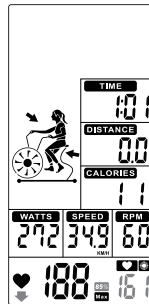

Figure 48
- ⑤ Wenn die Herzfrequenz 85% übersteigt, blinken die Werte und der Summer ertönt alle 10 Sekunden, bis die Herzfrequenz des Benutzers unter 85 % sinkt (Abbildung 48).
- ⑤ When Heart Rate exceeds to 85%, ↓ & 85% & value will flash. And buzzer sounds in every 10s until user HR goes below 85% (Figure 48).